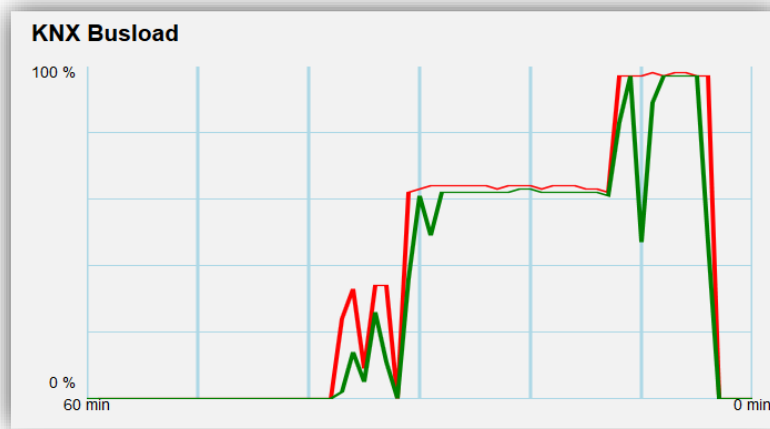

Figura 9 Interfaz Web (carga del bus KNX)
- KNX Busload (sólo en el **IP Router CL**): muestra una gráfica que refleja la carga del bus KNX en los últimos 60 minutos; ver Figura 9. La curva roja representa el máximo local mientras que la verde representa la carga media local del bus KNX.